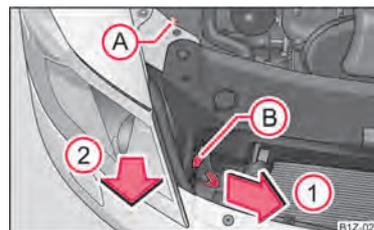

Fig. 181 Faróis à frente: Posição de montagem das lâmpadas
- Desaparafusar a porca de plástico Ⓐ ⇒ Fig. 181.